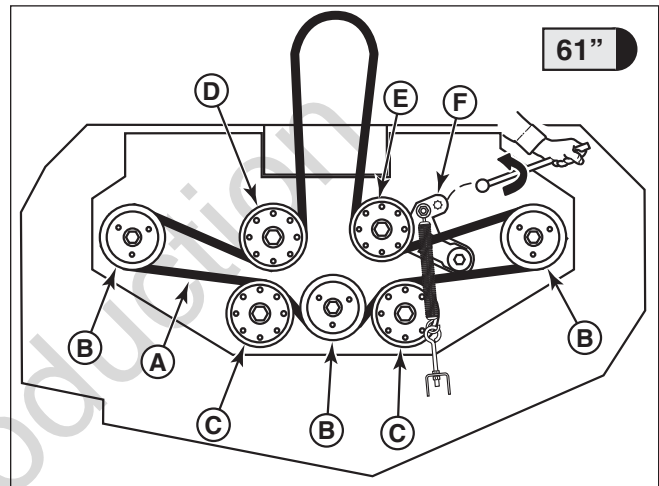

Figura 48. Direccionamiento de la banda del PTO de la podadora - Modelos de 61" (S/N: 2016953546 & Arriba)
3. Utilice una barra distribuidora de 1/2", coloque el extremo cuadrado en el orificio de ocho lados situado en el extremo del brazo tensor (F, Figura 48). Gire cuidadosamente la barra **en sentido antihorario**; esto liberará la tensión en la banda, ejercida desde el brazo tensor.